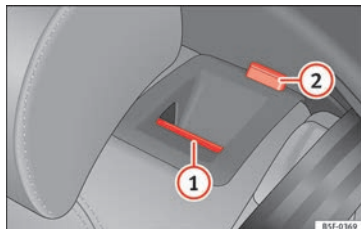

Fig. 155 Dans le dossier de la banquette arrière : touche de déverrouillage (1) ; repère rouge (2).
- Tirez la touche de déverrouillage » **fig. 155** (1) vers l'avant et, en même temps, rabaissez le dossier.
- Le dossier arrière est débloqué quand le repère rouge est visible sur la touche (2).
Le dossier arrière est débloqué quand le repère rouge est visible sur la touche » **fig. 155** (2).